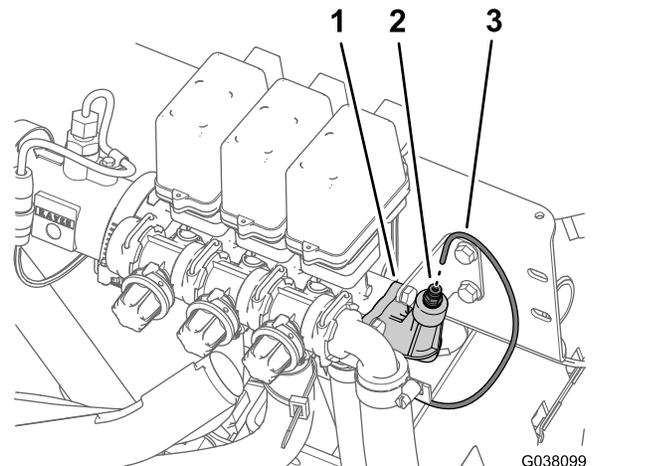

Bild 5
1. Drücken Sie den Stelling für die Schlauchkupplung in die Endkappe des rechten Auslegerabschnittventils hinein (Bild 5).
2. Ziehen Sie den Druckmessschlauch für das Messgerät am Armaturenbrett aus der Schlauchkupplung (Bild 5).